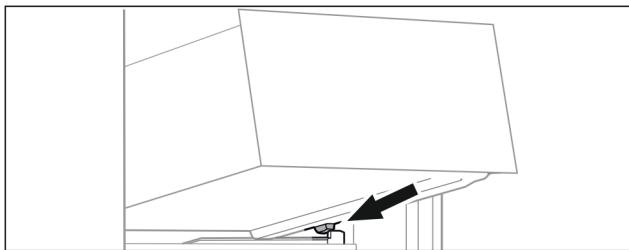

Fig. 100
- Встановити висувний ящик за стопорами на ребро для резервуару навскоси. (див. Fig. 100)